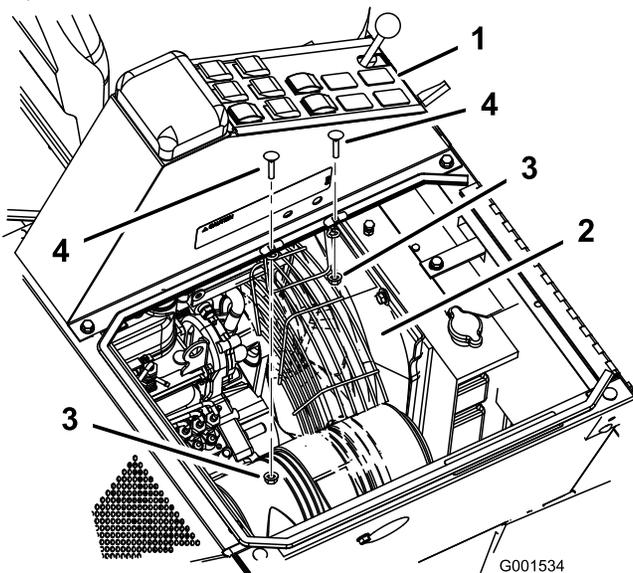

図 1
2. センターコンソールから2本のボルトとそのナットを外す (図 1)。
3. ガードを、センターコンソールの下の方のファンの上にセットする (図 1)。
4. ファンガードを、センターコンソールに固定する；キャリッジボルト (5/16 x 3/4 インチ) 4本と、フランジナット (5/16 インチ) を使用する (図 1)。